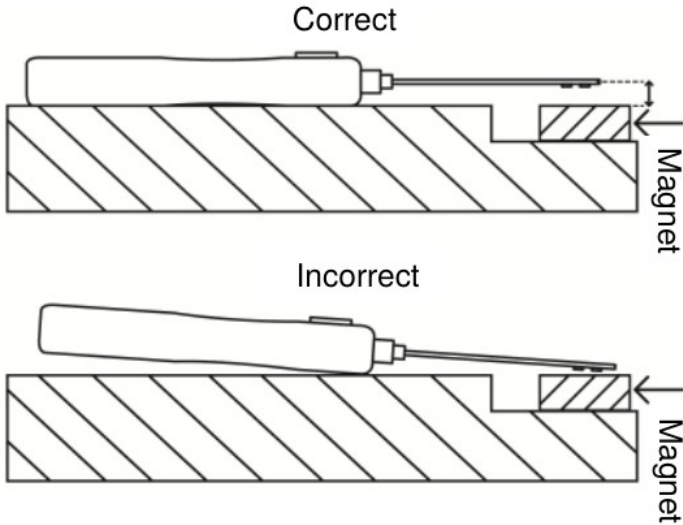

Рис. 2. Правильне (угорі) та неправильне (унизу) положення зонда відносно магніту
3. Піднесіть чутливий елемент Холла, розташований на кінці зонда, до вимірюваного магніту та виконайте вимірювання. Положення зонда відносно магніту показано на рис. 2.